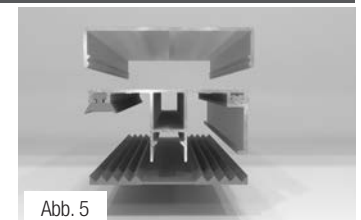

Abb. 5
**5.** Bei der Montage des Zevener Eckprofils **4** muss ebenfalls auf das gesonderte Achsmaß geachtet werden. Bitte bohren Sie alle 40 cm mit einem 5-mm-Bohrer vor (Abb. 5) und befestigen Sie das Zevener Eckprofil mit einer 4,2 x 32 mm A2 Kreuzschlitzschraube.